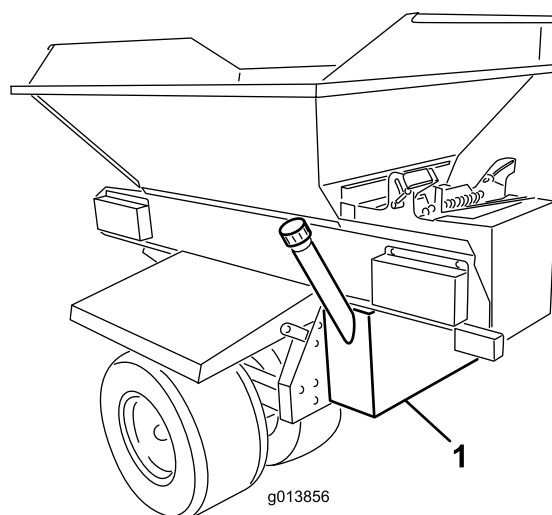

図 1
4. 油圧タンクを下から支えながら、タンクをプロパスのシャーシの後壁に取り付ける。タンクが左右方向の中央にあり、また垂直に載っていることを確認する 図 1。